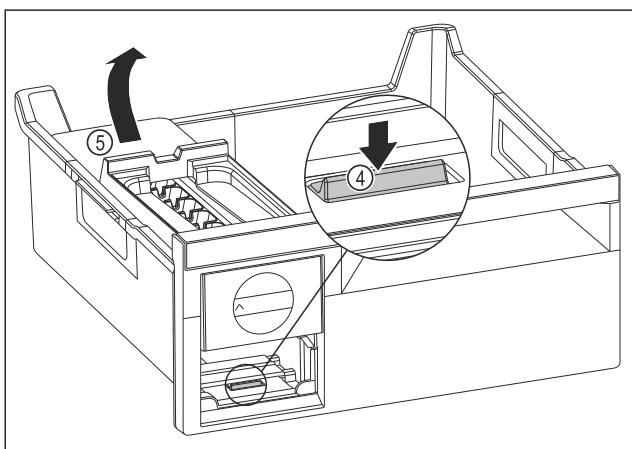

Fig. 212
- ▶ 取出 EasyTwist-Ice 机身：用手指朝下按压接片 Fig. 212 (4) 并同时从后面用另一只手提升 EasyTwist-Ice 机身 Fig. 212 (5)。